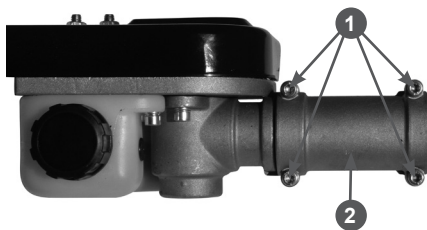

Рис. 7 Крышка крепления редуктора
- открутите четыре винта 1 и снимите с редуктора крышку 2 (Рис. 7);
— установите крышку крепления редуктора (Рис. 7 п. 2) и закрутите винты крепления крышки. Убедитесь, что редуктор надёжно закреплён на штанге.